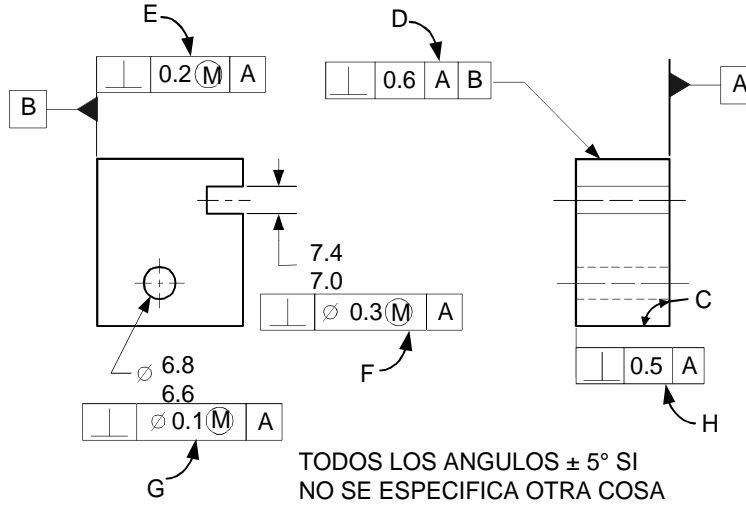

Figura 1
1. Usando la figura 1, indique si cada control de perpendicularidad especificado es válido o no válido.
2. En la figura 1, ¿qué es la tolerancia del ángulo C?
3. En la figura 1, el diámetro del dispositivo fijo para verificar el control de perpendicularidad en la localización G es . . .